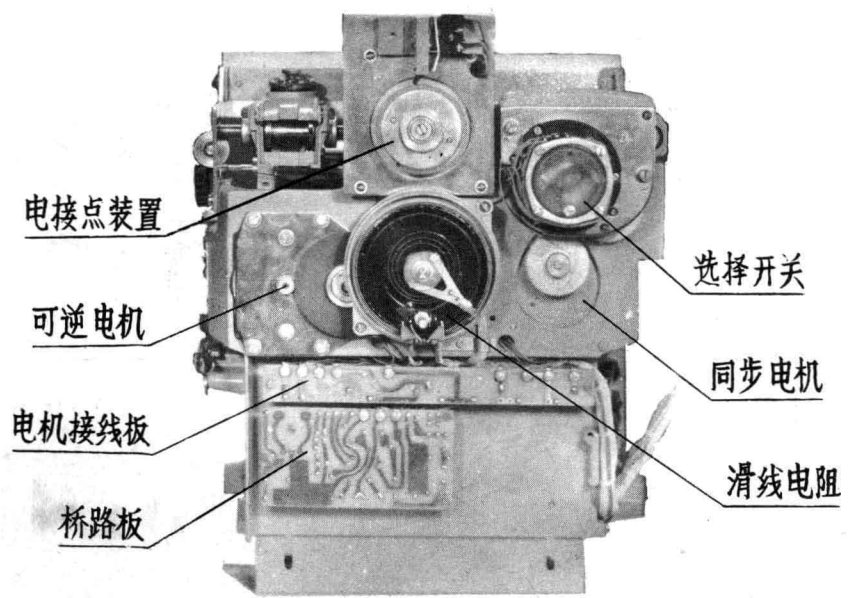
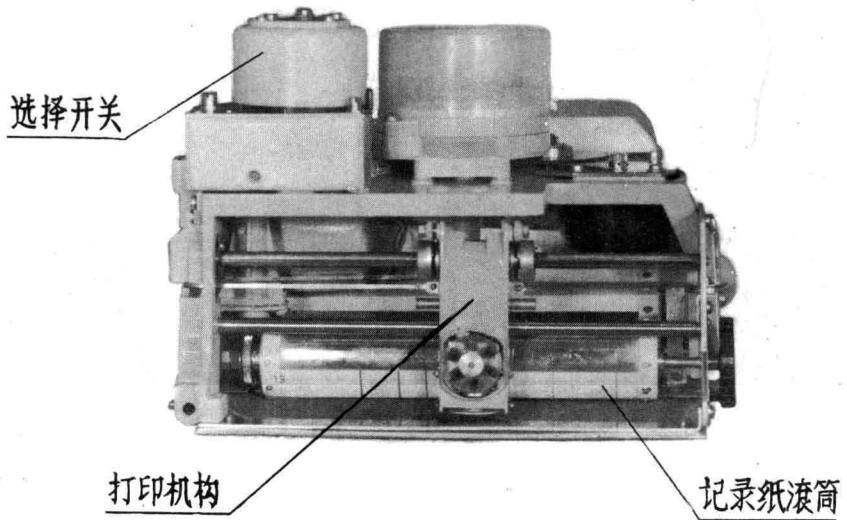
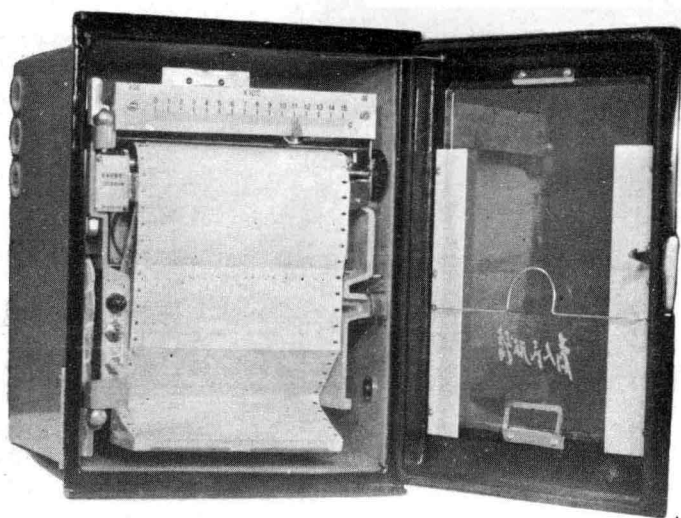

图 5. 托架后视图
图 6. 托架上视图
图 7. 托架正面视图
2、托架：图 5 所示是托架向左敞开时仪表内部情形，托架是由铝合金压铸成，装配后之托架用铰链固定于外壳上，托架能绕转 160 度角，以便对仪表进行维修和检查。图 6 是托架上视图，图 7 是托架正面装配图。